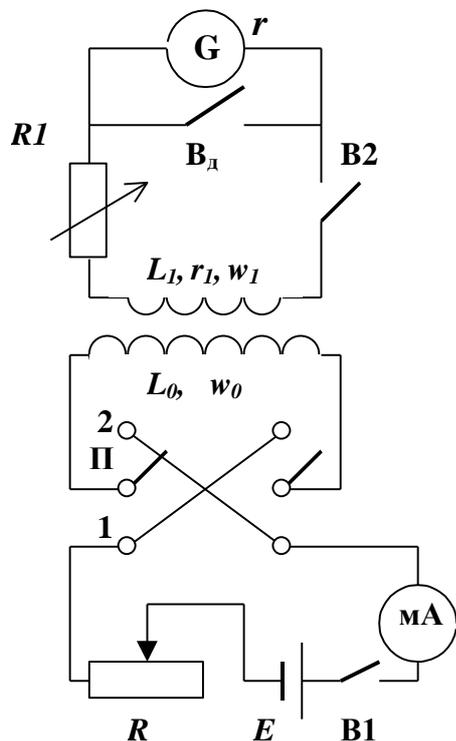

Рис.3
приводится на рис.3. В цепь гальванометра входит катушка с индуктивностью  $L_1$  и активным сопротивлением  $r_1$ , а также магазин сопротивлений  $R_1$ . Приведенная схема отличается от рассмотренной выше (упр.4) тем, что здесь сопротивление в цепи гальванометра во-первых, не бесконечное и таковым оно *быть не может*, во-вторых, его *можно изменять* за счет  $R_1$ . А это значит, что в зависимости от величины сопротивления характер движения рамки к положению равновесия и около него становится разным и этот выбор в руках экспериментатора. В данных условиях наиболее благоприятным является релаксационное движение критического характера. Для этого сопротивление цепи гальванометра должна быть критическим  $R_{кр}$ , величина которого определена в упр. 2 и 3. Поэтому на магазине  $R_1$  надо установить
**Измерения.** 1.Соберите электрическую цепь по схеме на рис.3, включив в нее в качестве катушки  $L_1$  одну из четырех секций, содержащую  $w_1$  витков. Демпфер  $\mathbf{B}_d$  при сборке как всегда должен быть замкнут.